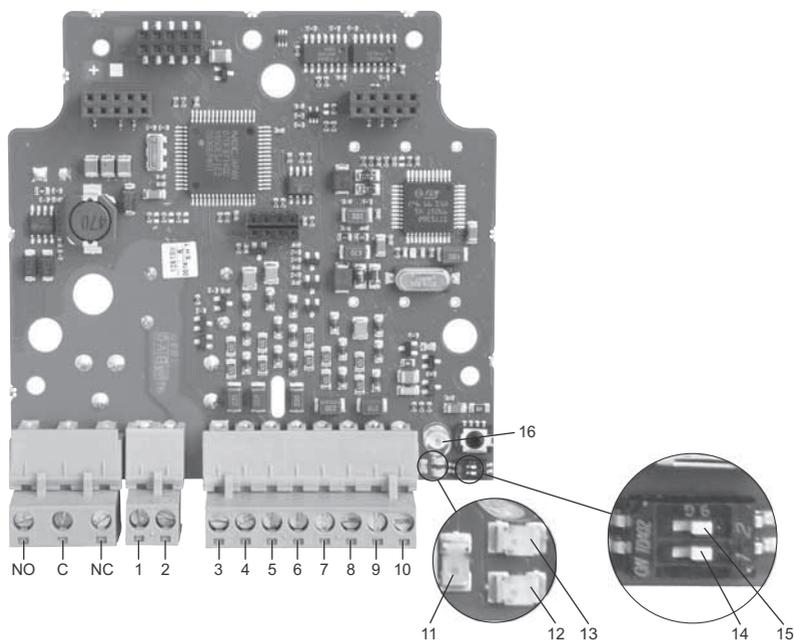

Fig. 4 IO-modul
Klemmerne på IO-modulet er beskrevet i de følgende afsnit. Se også fig. 4.
IO-modulet har en digital indgang (med NO/NC-valgmulighed) som kan bruges til detektering af højt vandniveau. Inden NC-muligheden kan bruges, skal den aktiveres ved at stille DIP-switchen til ON (venstre) (pos. 14). Se fig. 4.
Indgangen for ekstern alarm (NO/NC) aktiverer alarmrelæet så længe den er aktiveret. Inden NC-muligheden kan bruges, skal den aktiveres ved at stille DIP-switchen til ON (venstre) (pos. 15). Se fig. 4.